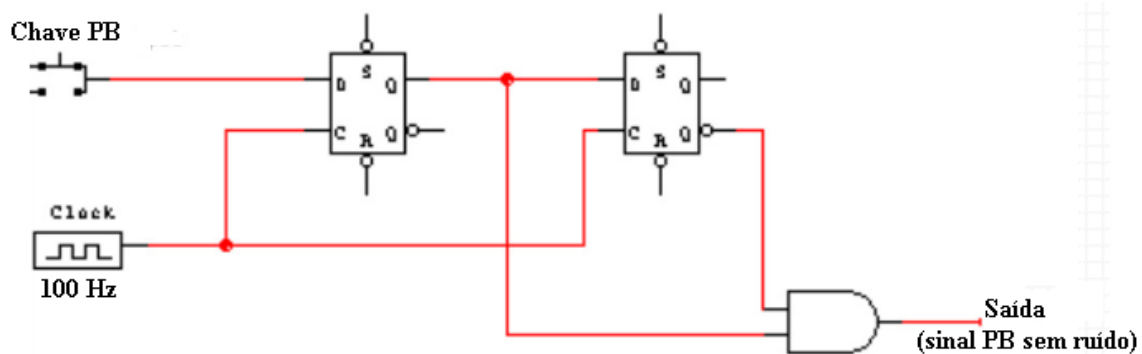

Figura 1
- 3.3** Para utilizar a chave PB, Implementar um eliminador de ruído de chave PB, mostrado na Figura 1, e ligar a chave PB à ele. O clock deve ter aproximadamente 100Hz. Explique como funciona o circuito da Figura 1 para eliminar o ruído da chave PB.